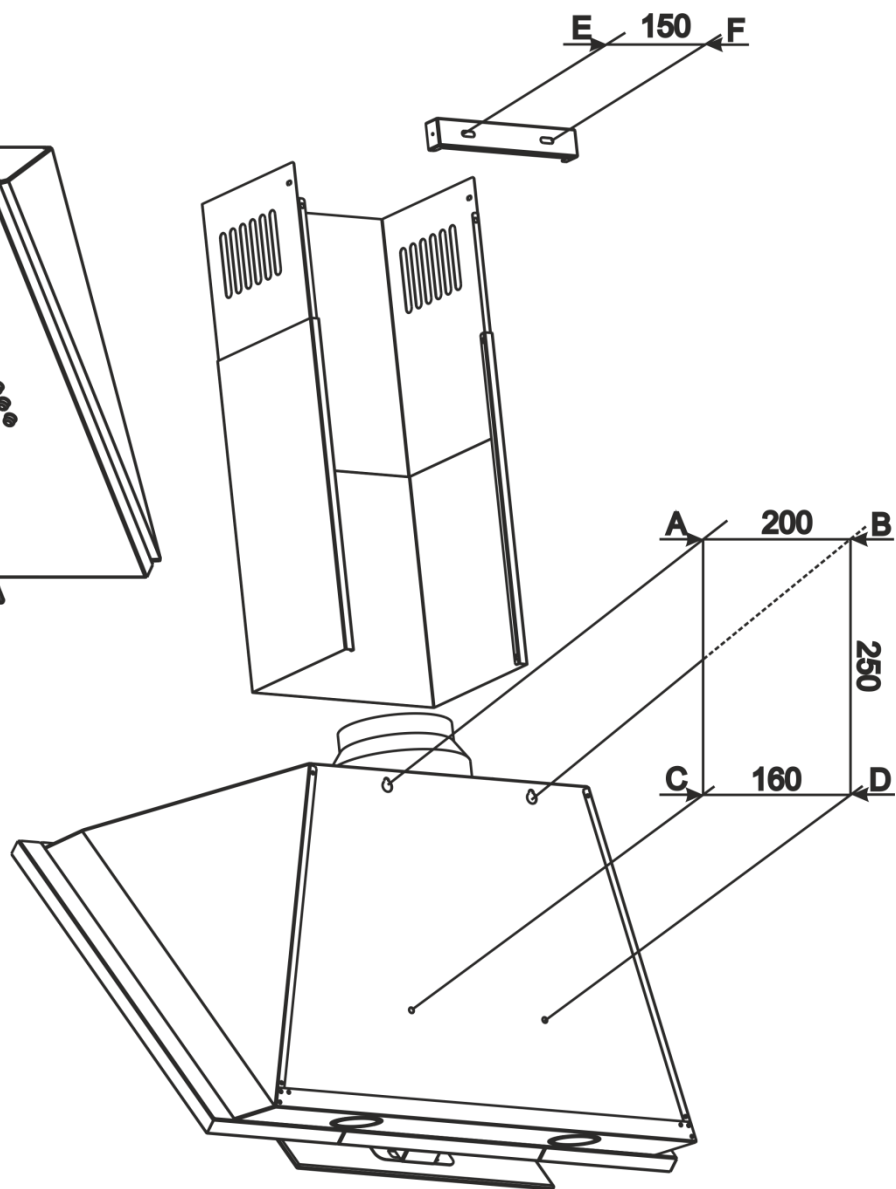

Рис.6.2
6.4 Перш ніж приступити до свердління отворів під кріпильні вироби, необхідно провести для них розмітку на стіні. Для цього виготовте паперовий шаблон з координатами фігурних отворів блока, прикладіть шаблон до стіни на необхідній наставній висоті, що вказана вище, і вирівняйте його по рівню (рис.6.2).
6.9 Установіть телескопічний коминак на корпусі витяжки; підніміть внутрішню панель коминка з планкою під стелю, щоб він закривав повітровід вентиляції, і розмітьте по пазам планки 2 отвори під кріплення (точки Е, F, **рис.6.2**).